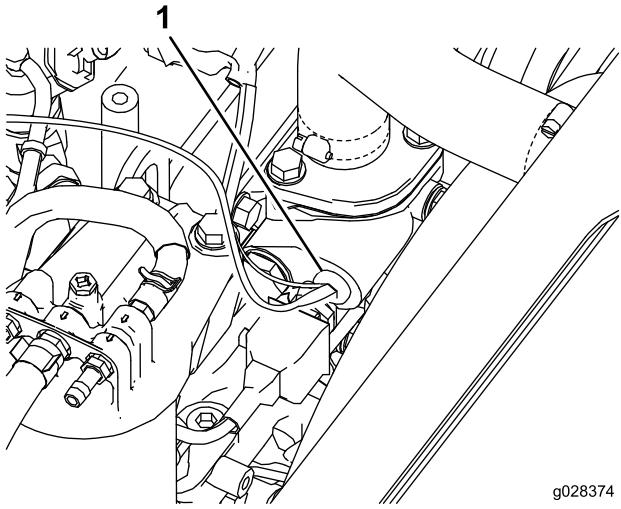

図 20
2. エンジンのサーモスタットハウジング左側のサーモスイッチの配線を外してスイッチを取り外す図20。